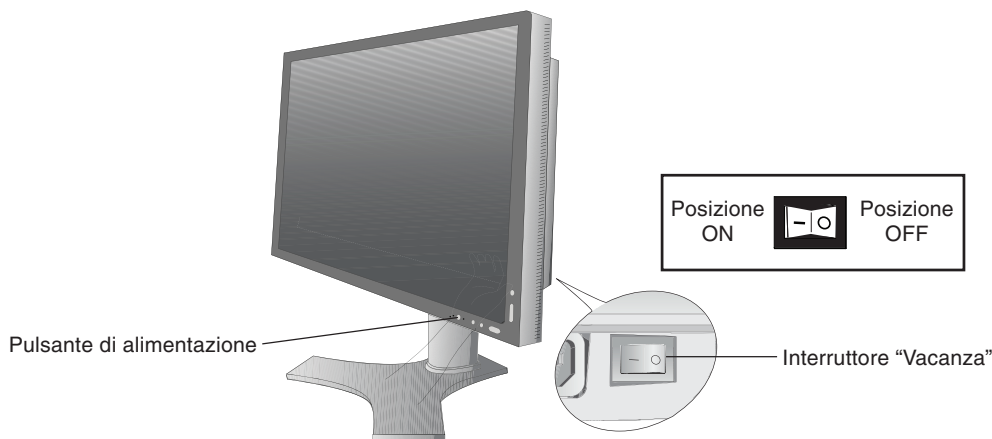

Figura E.1
9. L'interruttore "Vacanza" sul lato posteriore del monitor, accanto alla presa c.a., deve essere acceso. Accendere il monitor con il pulsante di alimentazione frontale (**Figura E.1**) e il computer.